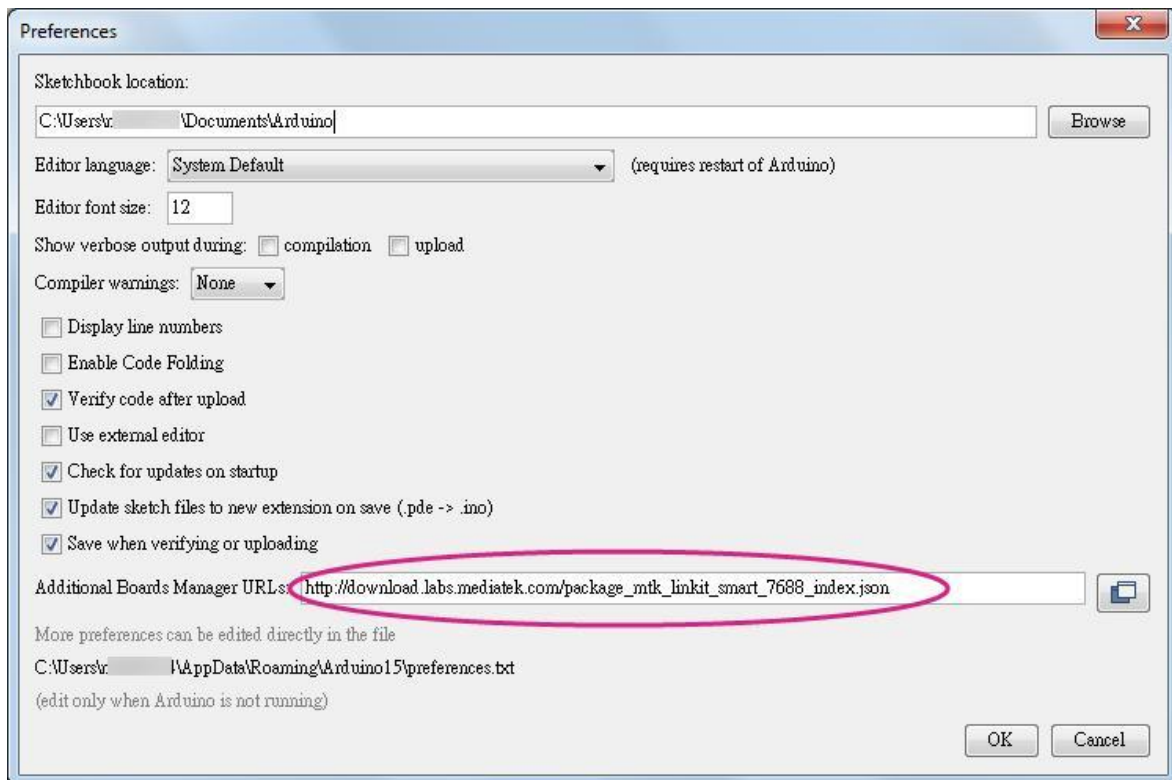

图 45 在 Arduino IDE 中自定义安装硬件支持包时的 LinkIt Smart 7688 Duo 包链接
- 1) 在 Arduino IDE 里, 在 **File** 菜单中点击 **Preferences**, 然后在 **Additional Boards Manager URLs** 框输入 http://download.labs.mediatek.com/package_mtk_linkit_smart_7688_index.json, 如图 45 所示。